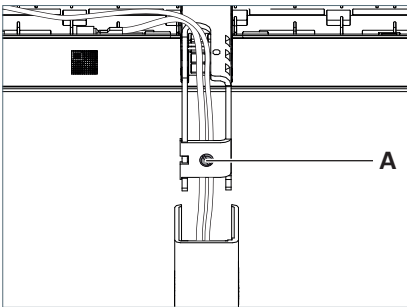

Fig. 17: Leuchtenkopf justieren.
- ▶ Um den Leuchtenkopf etwas anzuheben, drehen Sie die Justierschraube **A** eine Umdrehung gegen den Uhrzeigersinn, siehe Fig. 17.